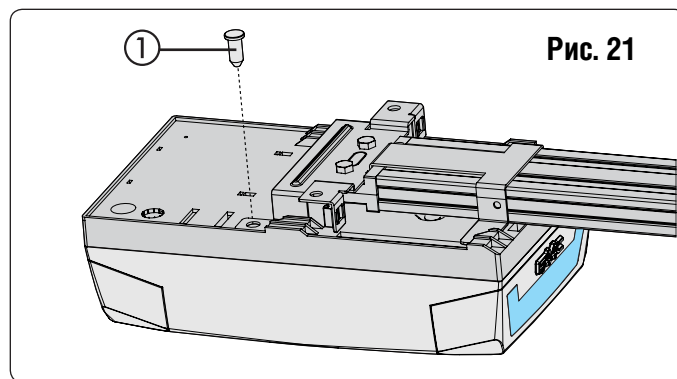

Рис. 21
2. Поворачивайте привод в направлении показанном на рисунке 20 пока привод не встанет в положение показанное на рис. 21 и закрепите штифт в отверстиях на корпусе привода (рис. 21 (1)).